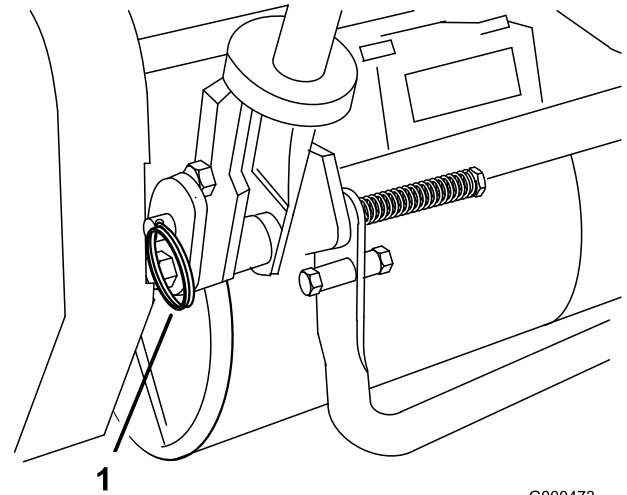

図 6
2. ハンドルを支えながら、左右のリング・ピンを抜き、ハンドルを希望の高さにセットする (図 6)。
1. 機体左右のリング・ピンからヘアピン・コッターを抜き取る (図 6)。